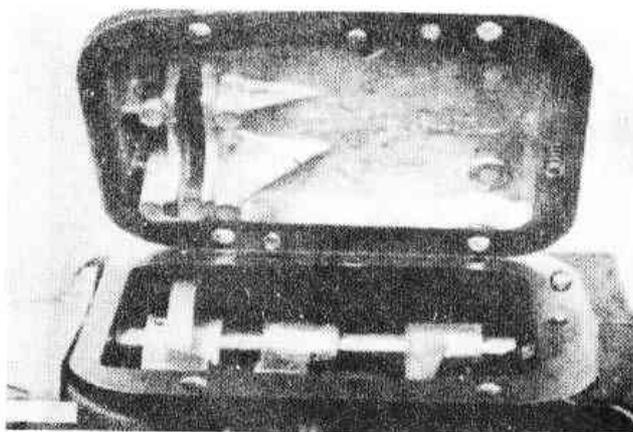

Рис.6.5. Снятие верхней крышки — коробка передач типа С. Обратите внимание на местоположение пружины и шарика (Разд.3 и 7).
15. Выверните четыре болта, крепящие верхнюю крышку, снимите крышку и прокладку. Заметьте местоположение шарикового фиксатора и его пружины (Рис.6.5).